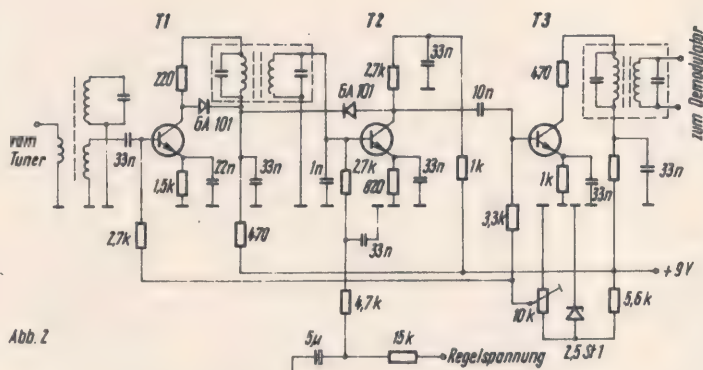

Abb. 2
**(Abb. 2 bis 5 nach: Wersuhn, Ererbte Vielfalt, Urania-Verlag, Leipzig, Jena, Berlin 1975)**
Als Standardschaltung wurde ein Auszug aus dem ZF-Verstärker des „Stern Dynamik 2220 IC“ gewählt [1]. In Abb. 2 ist nur ein Teil des ZF-Verstärkers angegeben. Er ist für 455 kHz und 10,7 MHz ausgelegt. Zur besseren Übersicht ist hier nur der bei UKW-Empfang wirksame Teil, also der für eine ZF von 10,7 MHz, dargestellt. Die wirksamen ZF-Kreise sind dicker ausgezogen. Mit den fünf Kreisen ist eine gute Selektion erreicht worden. Die Entkopplung der Kreise erfolgt durch die Transistoren T1 bis T3. Es wurden die dafür gut geeigneten SF 225 eingesetzt.
Die Höchstgeschwindigkeit an Bahnübergängen wird auf 50 km/h festgesetzt (Abb. 2). Je nach den Sichtverhältnissen kann mit Verkehrszeichen (Anl. 2 Bild 218) differenziert eine weitere Beschränkung (in begründeten Fällen auch Heraussetzung) der Höchstgeschwindigkeit vorgenommen werden.